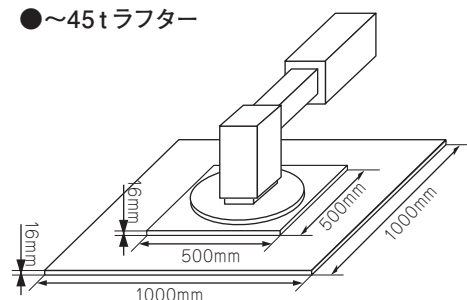

図10. 養生参照図
- ・ サイズ別アウトリガーベースの養生方法は下記の通りです。[図10参照]